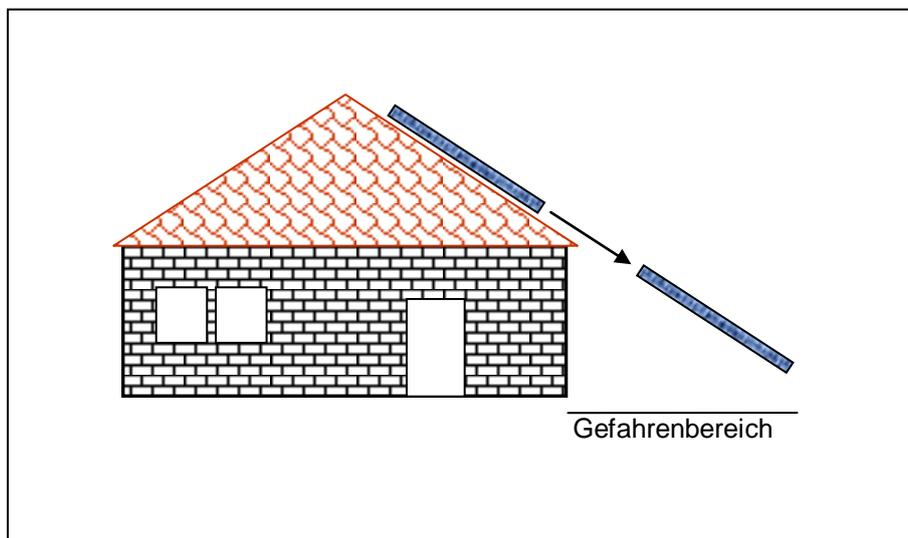

Bild 3: Darstellung des Gefahrenbereichs durch herabstürzende Photovoltaikmodule.
- Bild 3: Landesfeuerweherschule Baden-Württemberg